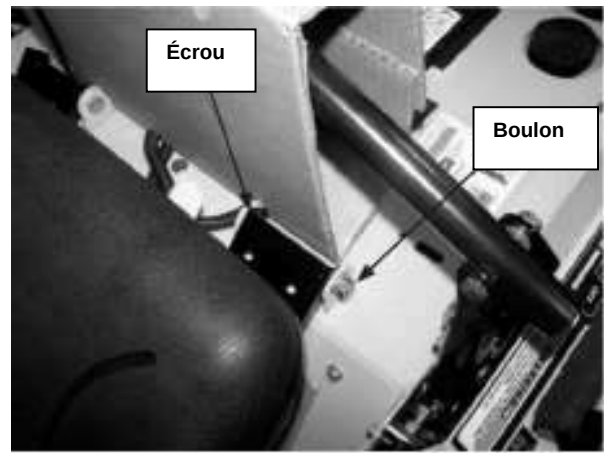

Figure 3-2
2. Retirez les deux boulons à épaulement, les écrous et les entretoises qui retiennent le siège, tel que montré à la figure 3-2.